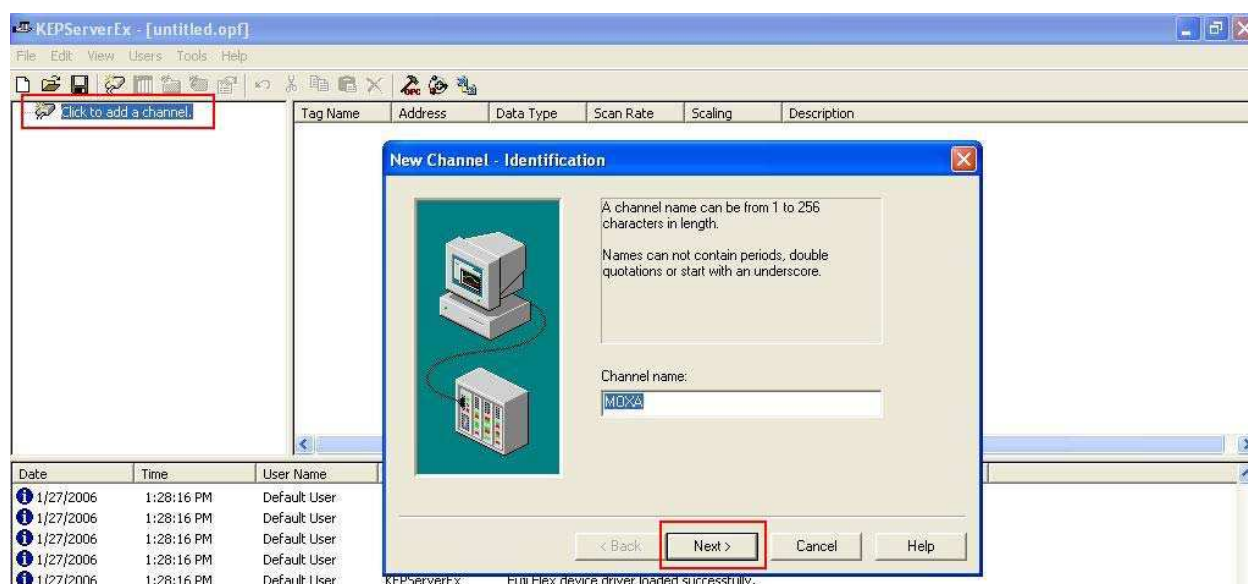

Рис. 3
2.1 Запустите программу KEPServerEX OPC Server, добавьте новый канал выбрав в правом меню **Click to add a channel**, присвойте имя, затем нажмите **Next** (Рис. 3):